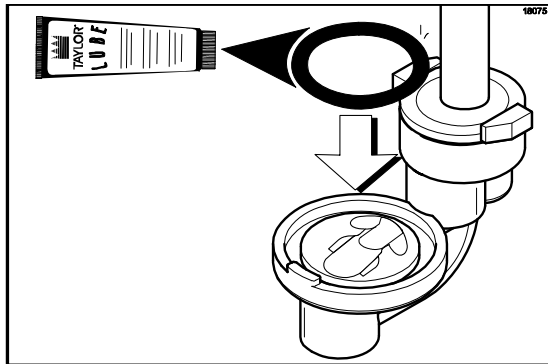

Figura 94
9. Lubrifique e instale o anel de vedação de 1-5/16" no corpo da válvula. (Veja a Figura 94.)